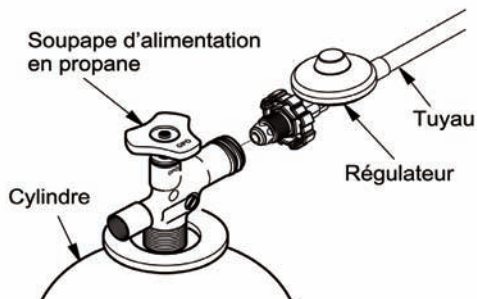

Figure 6
7. Branchez le régulateur au cylindre de gaz et serrez le raccord au moyen d'une clé à ergots (Fig. 6).